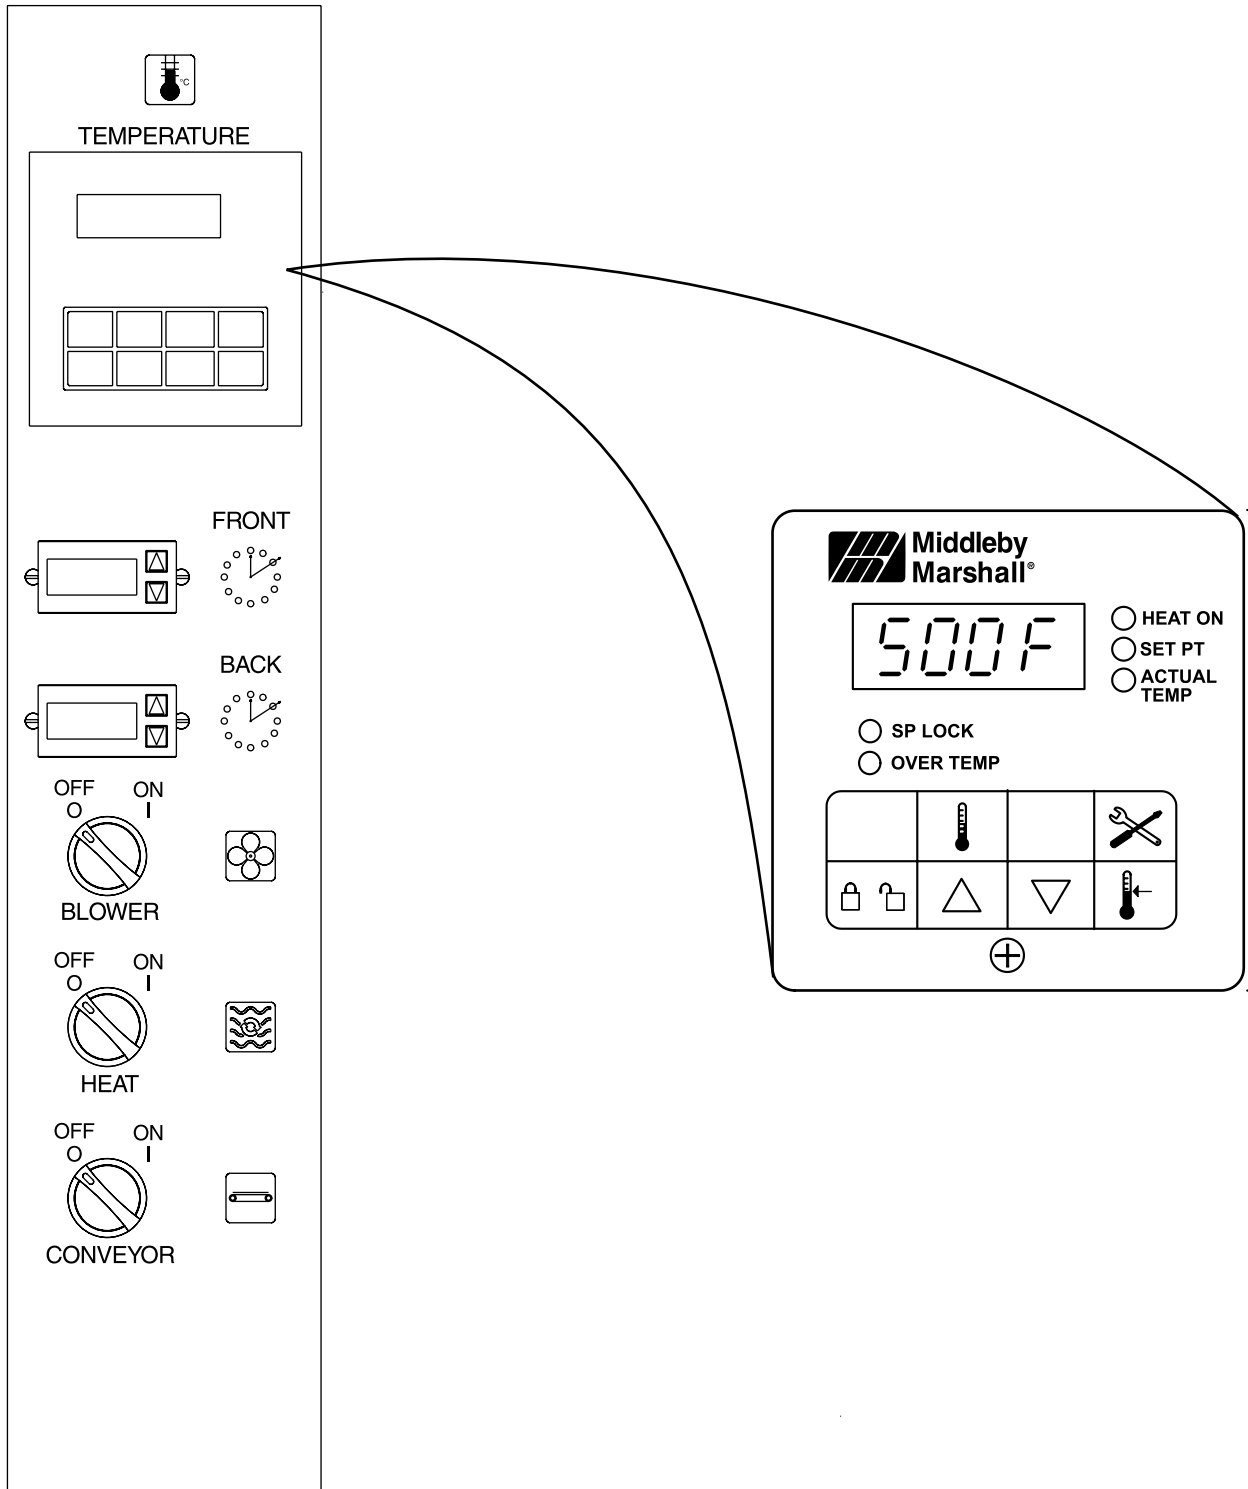

Figura 3-6. Panel de control
1. Coloque el interruptor BLOWER (Figura 3-6) en la posición "ON" o "I". Esto pondrá en marcha el ventilador del calefactor principal y el ventilador de refrigeración. El calefactor hace circular el aire por los dedos neumáticos y debe mantenerse en circulación mientras dure el proceso de horneado.
2. Compruebe que el ventilador de refrigeración (véase la Figura 1-8) está funcionando cuando el interruptor del calefactor (véase la Figura 3-6) se encuentre en la posición "ON" o "I". Los ventiladores de refrigeración enfrían los componentes de control y el motor del calefactor del quemador. El ventilador de refrigeración, situado en la parte posterior del armario de control eléctrico hace entrar y salir aire en el armario. El aire sale por la parte delantera del armario y también por el frontal del horno. Consulte la Sección Mantenimiento diario para obtener información sobre el Procedimiento de comprobación de entrada.
3. Coloque el interruptor CONVEYOR (transportador) (Figura 3-6) en la posición "ON" o "I". Esto hará que la correa transportadora comience a moverse en el horno. Elija y seleccione la velocidad del transportador en función del tiempo de cocción deseado. Consulte los siguientes Procedimientos E, F y G.
5. Coloque el interruptor HEAT (Figura 3-6) en la posición "ON" o "I". Esto completa el circuito para permitir que llegue corriente eléctrica al sistema de calefacción eléctrica.